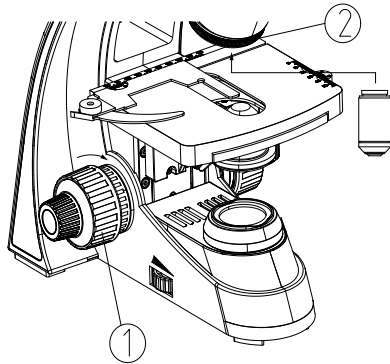

Figure 3
1. Tournez la poignée de mise au point grossière ① pour abaisser le plateau à une position appropriée (voir la figure 3).